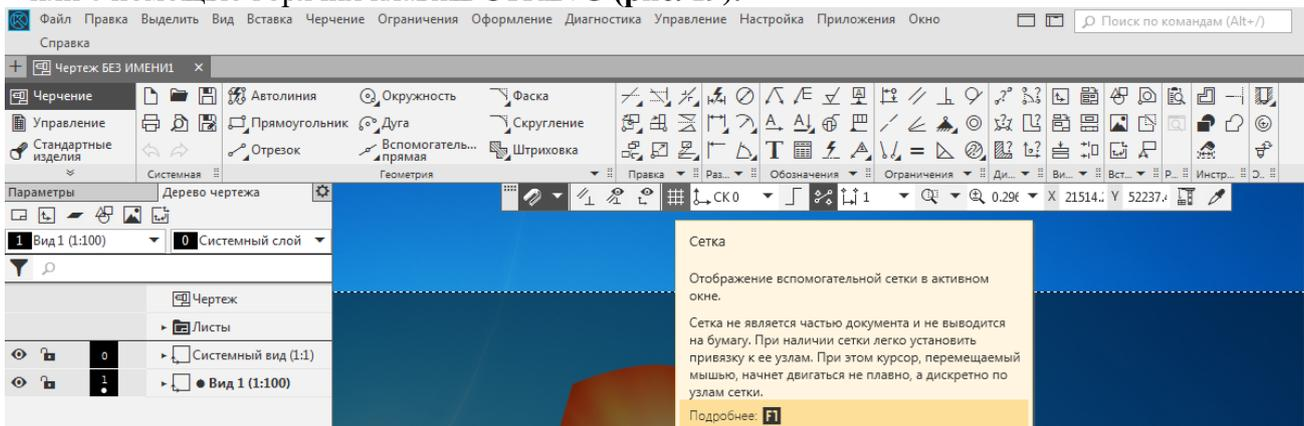

Рис. 19 Включение сетки.
-или с помощью горячих клавиш **CTRL+G** (рис. 19).